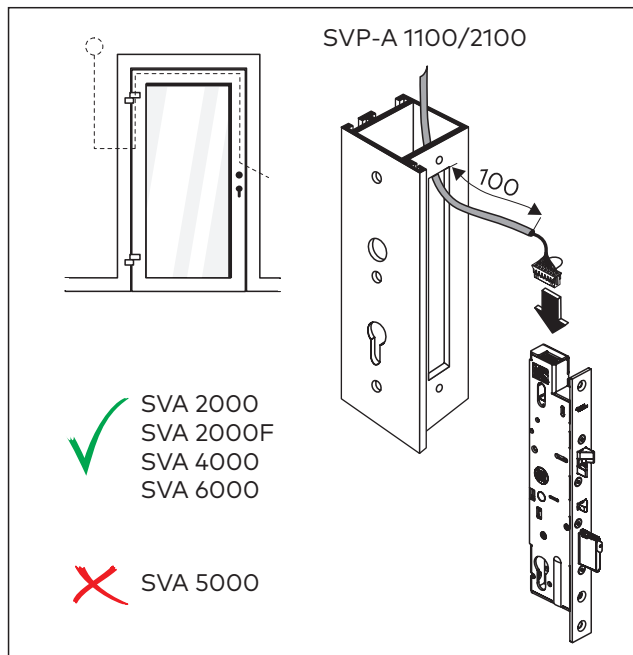

Fig. 16 Connect cable
1. Connect the cable (Abb. 16).